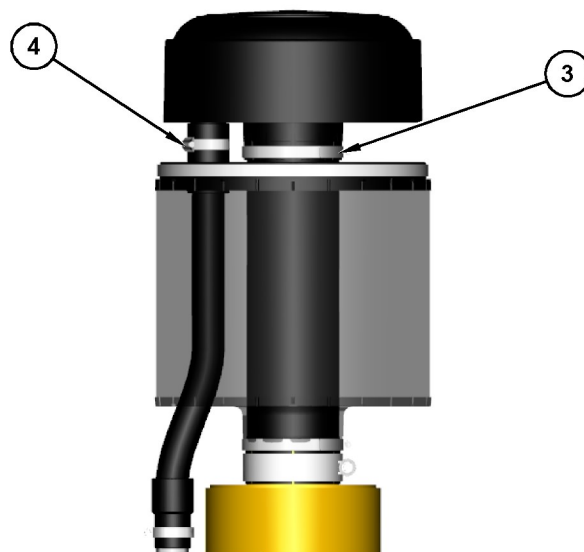

Ilustración 221
4. Quite los seis tornillos (5) que mantienen unidos los componentes del conjunto de antefiltro.
5. Desarme el antefiltro, el cual incluye la tapa (8), el deflector superior con empaquetadura (7) y el deflector inferior (6).
8. Reemplace el antefiltro de aire del motor en el tubo de metal. Instale las abrazaderas de retención en el antefiltro y en la manguera de barrido. Consulte la ilustración 221 .